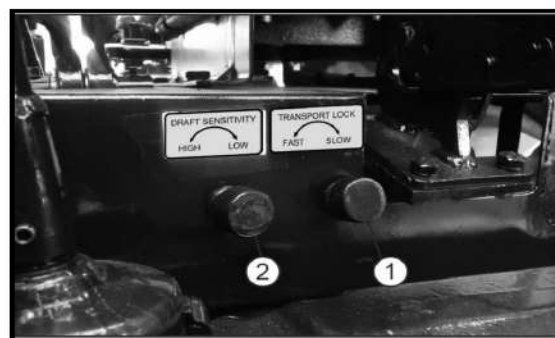

Рис. 4-34-1
При помощи ручки (1) (Рис. 4-34-1) следует блокировать дополнительное орудие на период его перевозки или проверки скорости подъема и опускания дополнительного орудия. Для блокировки следует поворачивать ее по часовой стрелке.
Использовать ручку (2) (Рис. 4-34-1) для управления чувствительностью силового регулирования дополнительного орудия. Использовать только при отсутствии чувствительности или в случае неравномерной работы.